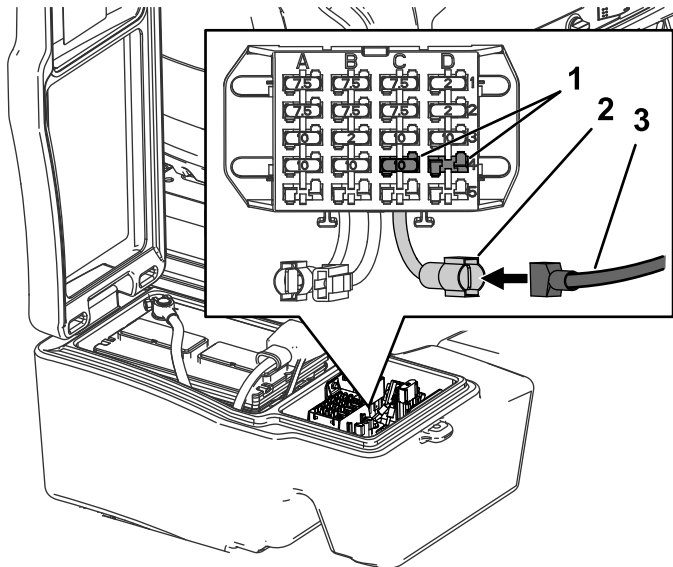

Figuur 23
3. Leid de aansluiting en de ringstekker in de gereedschapskist rechts (**Figuur 23**).